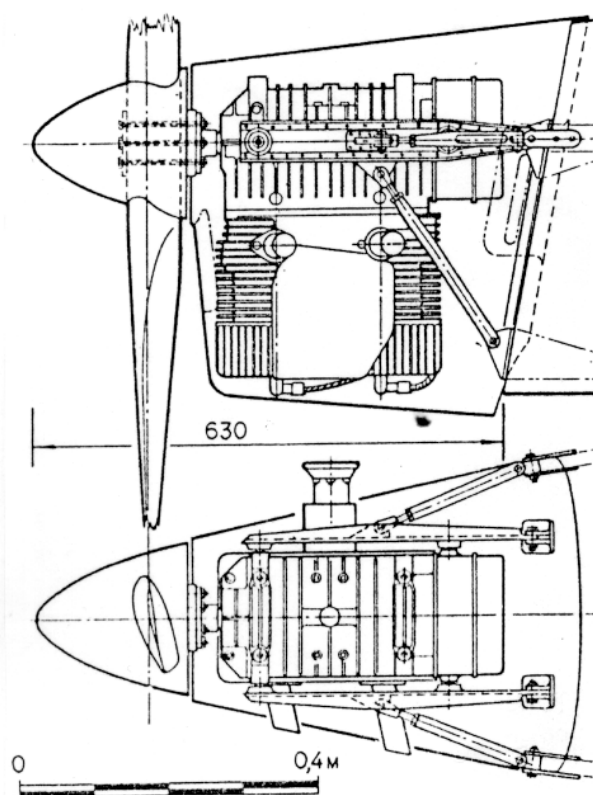

Рис. 1
**Выбор двигателя.** Одна из самых сложных проблем, с которыми приходится сталкиваться конструктору-любителю, - подбор или изготовление двигателя для своего самолета. Лет пятнадцать назад проблема эта была еще сложнее, так как отечественная промышленность двигателей для легких и сверхлегких самолетов не выпускала, а выбор импортных был ограничен чешскими М-332 и польскими "Франклинами". Поэтому авторам летательных аппаратов приходилось проявлять чудеса изобретательности и приспособлять для своих конструкций буквально все, что шевелилось - от лодочных моторов до двигателей от автомобилей, включая даже двигатель от "Запорожца". Наиболее популярным в те годы был двигатель РМЗ-640 от снегохода "Буран", который выпускался в г. Рыбинске (Россия). Этот двухцилиндровый двухтактный двигатель воздушного охлаждения обладал неплохими характеристиками - при массе 32 кг развивал мощность 27-30 л.с. и имел небольшие габариты, позволявшие удобно компоновать его на одноместных самолетах. Примером такой компоновки может служить силовая установка самолета А-11М2 (рис. 1), построенного в г. Куйбышеве. Серьезным недостатком данного двигателя являлись слишком высокие обороты (5250 об/мин), которые не позволяли устанавливать винты большого диаметра непосредственно на вал. Поэтому конструкторам приходилось устанавливать самодельные редукторы (клиноремные или зубчатые) для того, чтобы получить как можно большую тягу. Так, например, с редуктором, имеющим передаточное отношение 2,3 и винтом диаметром 1,5 м, двигатель РМЗ-640 имел тягу до 95 кгс.